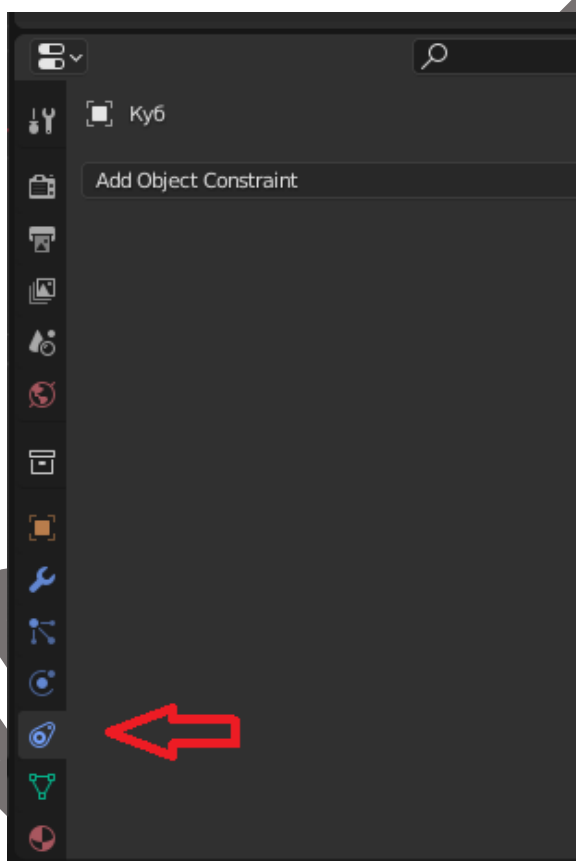

Рисунок 59 – Меню Object Constraint Properties
**Constraint** (или ограничители) – это инструменты, которые позволяют упрощать или создавать анимацию. Ограничители есть как для объектов, так и для костей. Они имеют минимальные отличия. Рассмотрим Constraint для объектов. Они находятся в окне **Properties** на вкладке **Object Constraint Properties** (настройки ограничителей объекта). Обратите внимание на рисунок 59.